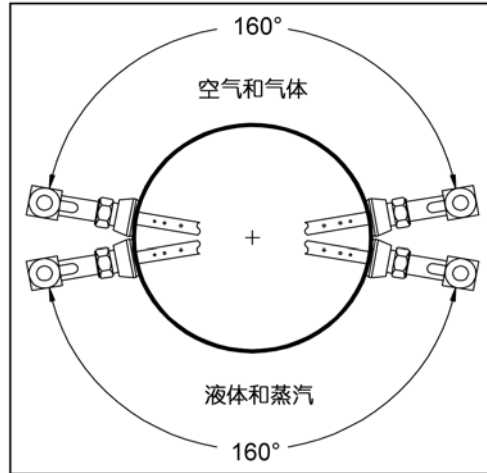

图 1：水平管道中的艾伯特®安装方向
在空气或气体应用中，艾伯特®必须直接安装在管道上部 160° 的范围之内。在液体和蒸汽应用中，艾伯特®必须直接安装在管道下部 160° 的范围之内（参见图 1）。
- 参见图 1, 了解水平应用中艾伯特®的正确安装方向 (安装方向在垂直应用中并不是关键因素)。